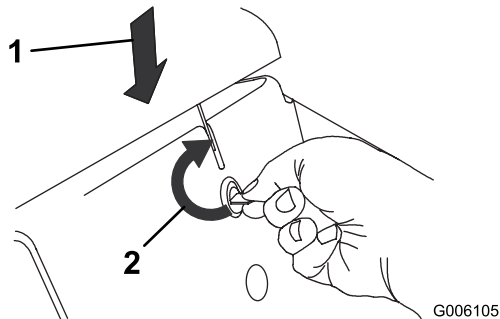

Bild 20
1. Drücken Sie die Motorhaube nach unten und drehen Sie den Motorhaubenriegel gleichzeitig mit einer Münze oder einem Schraubenzieher nach rechts (Bild 20).